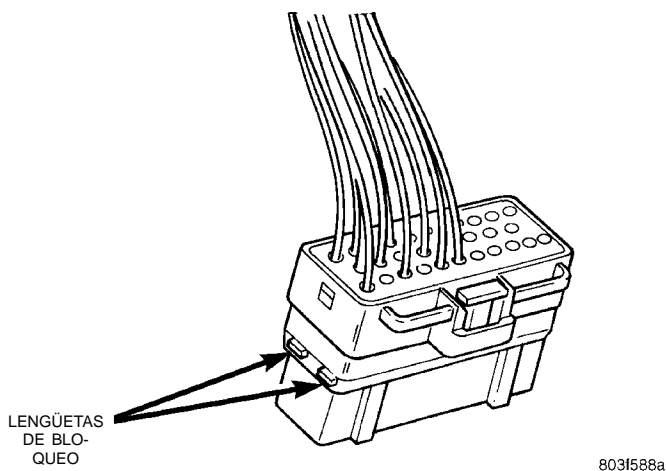

Fig. 14 Lengüetas de liberación de bloqueo de conector Thomas and Betts
- (1) Desconecte la batería.
- (2) Desconecte el conector de su mitad/componente complementario.
- (3) Presione las dos lengüetas de bloqueo en el lateral del conector (Fig. 14).